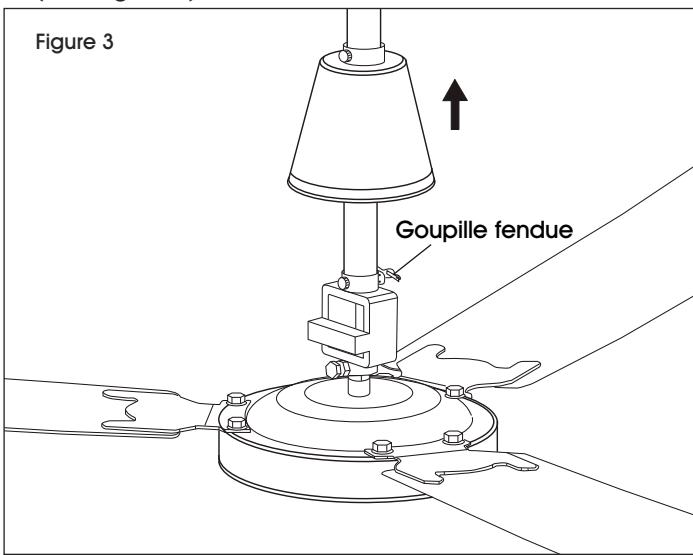

Figure 3
2. Retirez le couvercle supérieur (4) et le couvercle inférieur (2) de la tige de suspension (1) en les soulevant au-dessus des fils et le câble de sécurité.
3. Desserrez la vis de réglage, retirez la goupille fendue du moteur, puis retirez la tige de suspension en la glissant au-dessus des fils et le câble de sécurité. (Voir Figure 3)